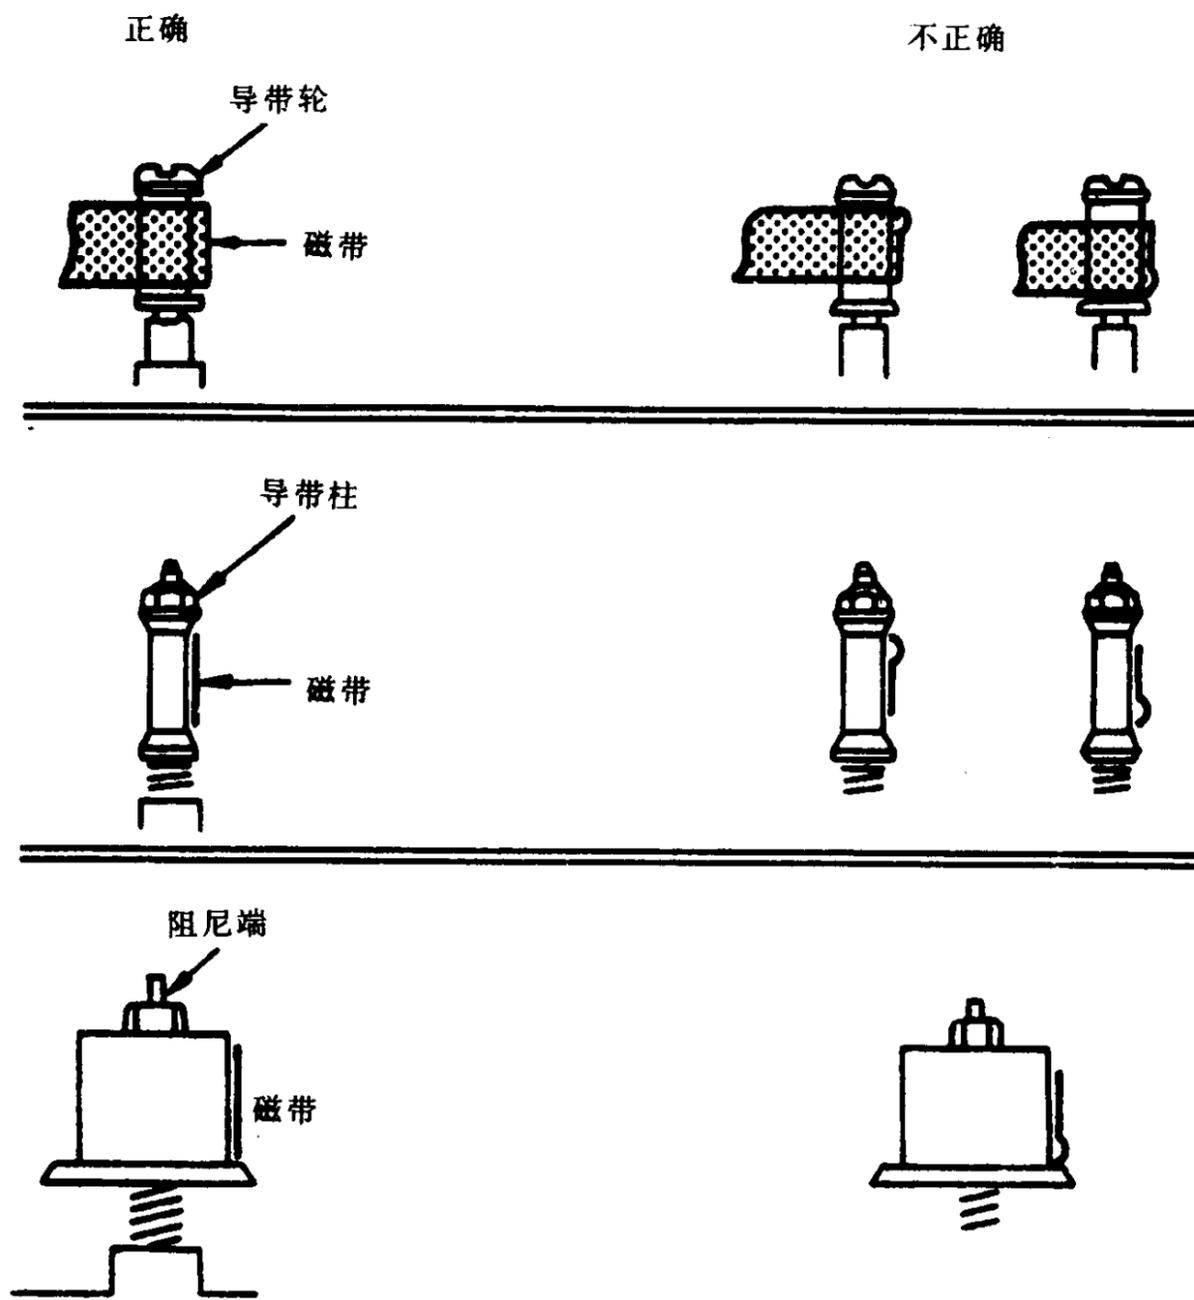
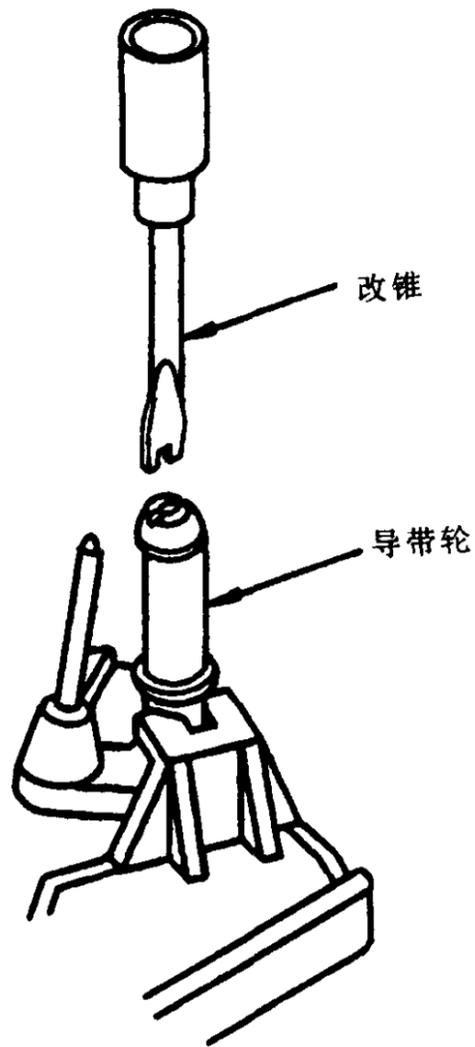

图 2-3
图 2-5
5. 在加载、重放和卸载期间，观察磁带在供带和收带侧的导带轮、导带柱和阻尼轮等处的状况，证实磁带不发生卷曲或折皱等异常现象，如图2-3所示。
7. 接着调整导带轮高度。把调整改锥插入导带轮顶部（参阅图2-5），稍稍旋转改锥，使磁带在导带轮上的运行状况如图2-3所示，并使磁带的下缘贴着磁鼓导带面运行。